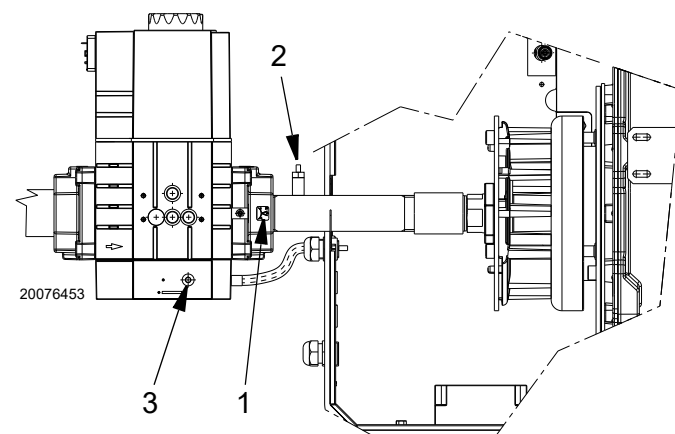

Fig. 7
* Avvitare in chiusura totale la vite 1)(Fig. 7), verso il segno “-” per poi aprirla verso il segno “+” secondo le indicazioni fornite in Tab. F.
Legenda (Fig. 7)